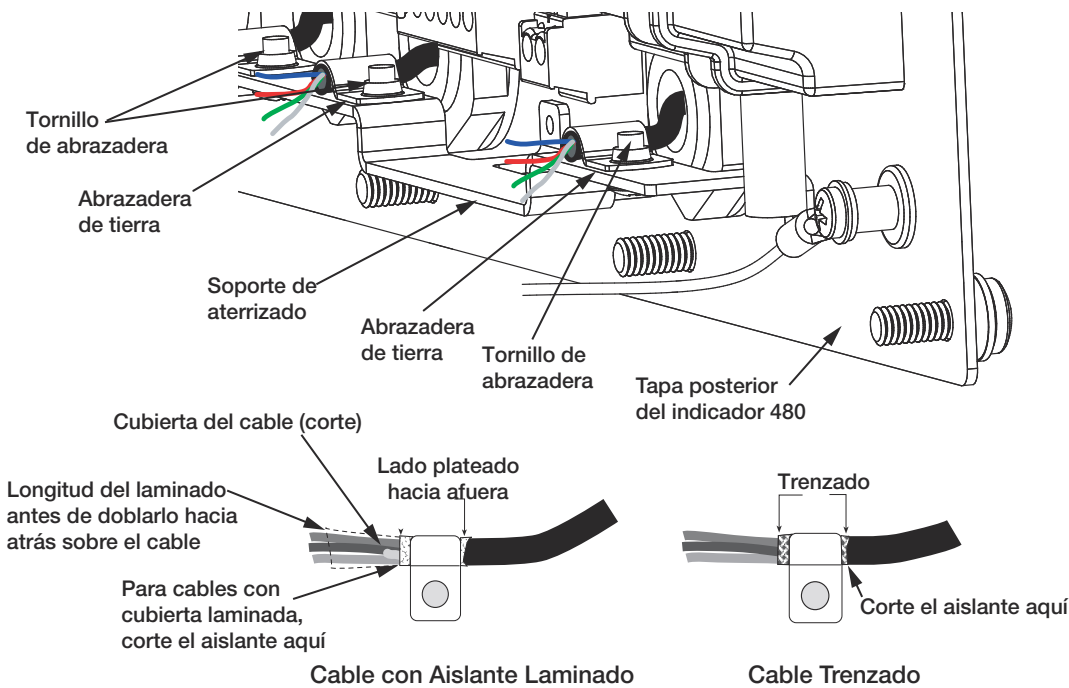

Figura 2-2. Sujeción de Cables con Cubiertas Laminada y Trenzada, a Abrazaderas de Tierra
- Guíe los cables a través de las abrazaderas y asideras de tierra para determinar la longitud del cable requerida para alcanzar los conectores. Marque los cables para retirar el aislante y blindaje como se muestra en la Figura 2-2:
- Para cables con cubierta laminada, desnude el cable de aislante y cubierta desde 1/2" (13mm) adelante de la abrazadera de tierra (Vea Figura 2-2). Doble la cubierta laminada hacia atrás, sobre el cable, hasta donde el cable pasa a través de la abrazadera. Asegúrese que el lado plateado del laminado (conductor) esté volteado hacia afuera para hacer contacto con la abrazadera.
- Para cables con cubierta trenzada, desnude el aislante del cable y la cubierta trenzada desde un punto justo al pasar la abrazadera de tierra. Desnude 1/2" (13 mm) adicionales del aislante del cable para exponer solamente la cubierta trenzada en el lugar en donde el cable pasa a través de la abrazadera (Vea Figura 2-2).
- Guíe los cables a través de las mordazas de los cables. Asegúrese que las cubiertas hagan contacto con las abrazaderas, como se muestra en la Figura 2-2. Apriete los tornillos de las abrazaderas de tierra.